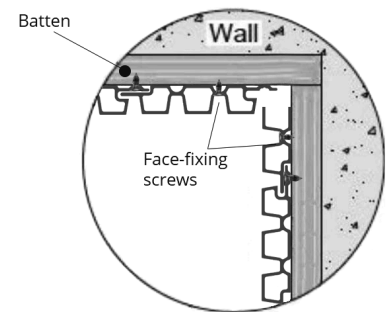

FIG. 12 – SCHNITT NACH DEM
- 05 Wenn weniger als ein volles Brett verbleibt, schneiden Sie das Brett an einer beliebigen Stelle nach dem ersten Lamellenspalt (von der Federseite aus) ab, sodass Platz für die Schraube bleibt (fig. 12).